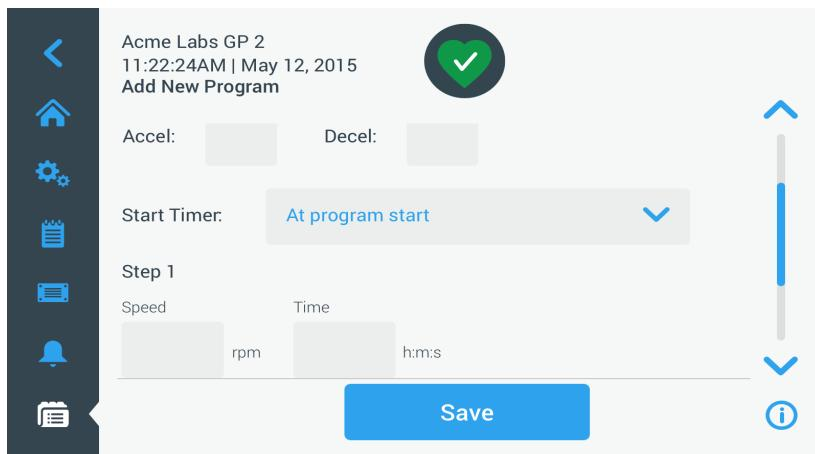

Abbildung 3-40: Programme -> Seite Neues Programm hinzufügen, zweiter Optionssatz
8. Tippen Sie auf die Scroll-Leiste rechts und ziehen Sie den Schieber herunter, um die verbleibenden Optionen anzuzeigen, wie in Abbildung 3-40 unten dargestellt.